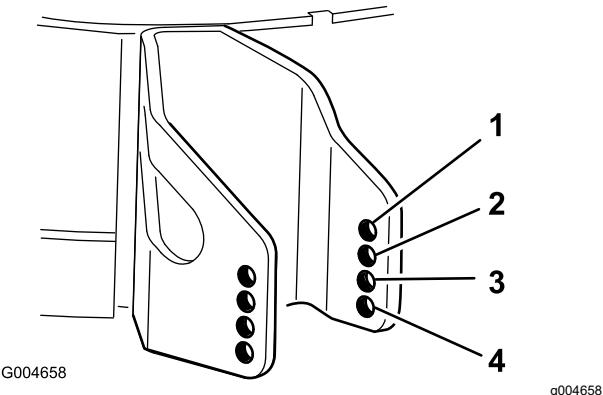

Bild 11
4. Wählen Sie ein Loch, bei dem die Antiskalpierrolle der gewünschten Schnitthöhe so nahe wie möglich ist (Bild 11).